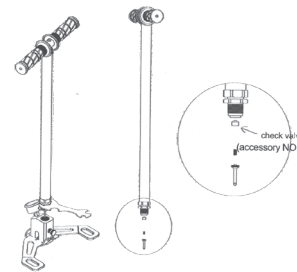

Рисунок 7.3 • Прочистите или замените задерживающий клапан, когда рукоятка насоса поднимается автоматически.
• Решение (см. рисунок 7.3): Многофункциональным ключом откройте задерживающий клапан, расположенный в опорной ножке, удалите загрязнение или замените клапан.